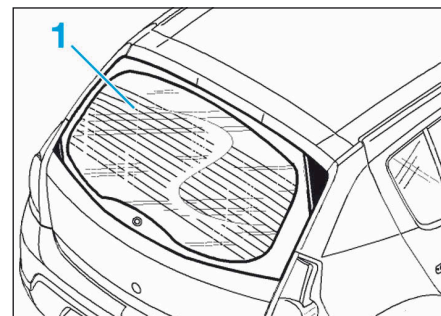

FIG.1
- A l'aide d'un second opérateur, déposer la lunette arrière (1) (Fig.1).
La légende des repères des illustrations (Fig.1) et (Fig.2) du demi-bloc avant correspondent dans l'ordre suivant : à la désignation et l'épaisseur (mm).